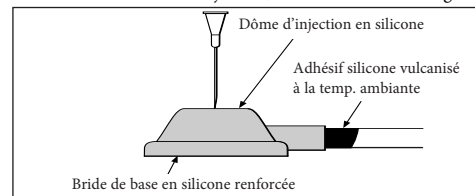

FIGURE 3
- a) Introduire dans le site d'injection une aiguille neuve et stérile de calibre 21 (ou plus petite). Idéalement, l'aiguille doit pénétrer perpendiculairement au sommet du site d'injection, comme le montre la Figure 3.